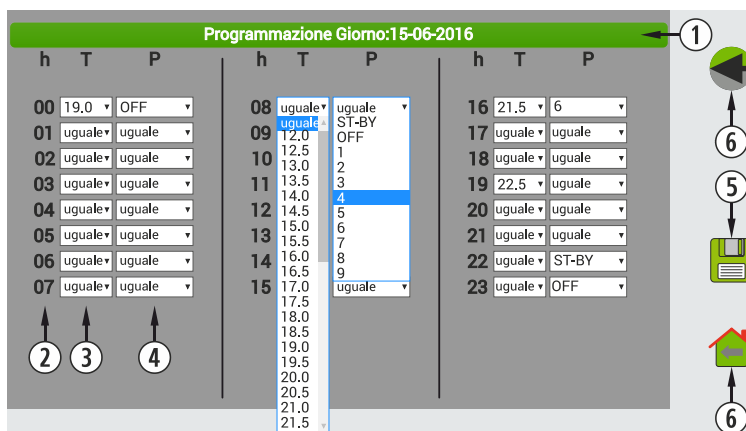

Figura 49
È importante validare la menzionata selezione premendo salvare (punto ⑤, figura 49) dopo aver realizzato la programmazione.
①	Schemi 1 - 7.
②	Ritorno allo schermo precedente.
③	Applicare il cambiamento sulle programmazioni precedenti.
④	Ritorno alla schermo principale.